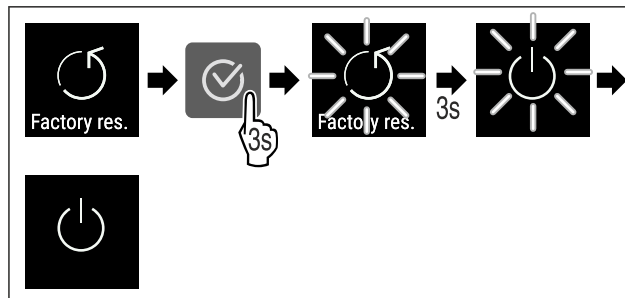

Fig. 112
- ▶ Izvedite zahtevane korake (glejte Fig. 112) .